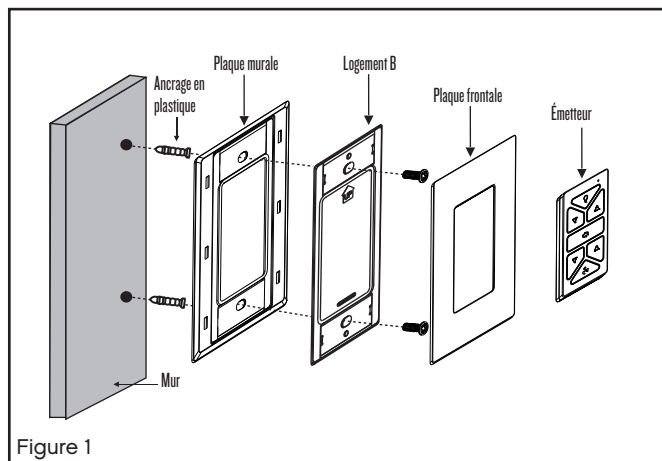

Figure 1
- 1 Choisissez l'endroit où vous souhaitez installer l'appareil. Marquez la position des trous de montage au moyen de la plaque murale. Vous aurez besoin d'ancrages muraux en plastique ou des vis de montage pour cette application. (Fig. 1)